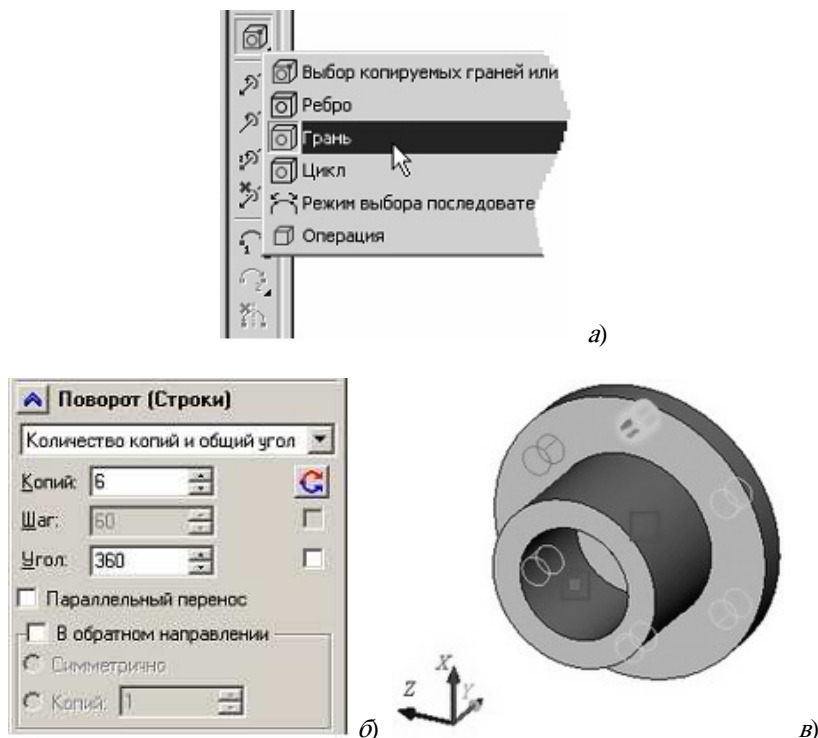

Рис. 25
- перед тем как выбрать грань, настройте список 3D объектов, доступных для выбора (запретив выбирать всё, кроме граней). Для этого дважды нажмите  на иконке фильтра граней . Список выбираемых объектов можно настроить и с помощью выпадающего меню опции : укажите на опцию, нажмите  и держите кнопку мыши нажатой в течение секунды. В появившемся меню отключите все флажки, кроме «Грани» (рис. 25, а).
отверстий. Выбираем последовательно эти два 3D узла. В окне свойств можно задать параметры массива – количество копий и общий угол (рис. 25, б).
Для завершения создания операции нажмите . В результате в исходное тело будет «встроено» пять новых граней, образующих дополнительные отверстия (рис. 25, в).